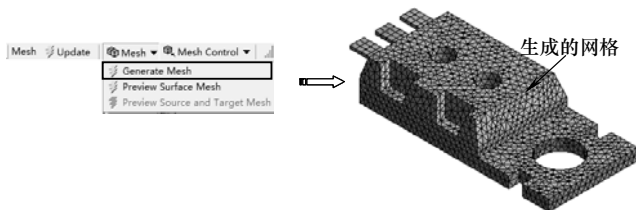

图 11-37 生成网格
3) 在【Outline (分析树)】中选择【Mesh】节点，单击【Mesh】工具栏上的【Mesh (网格)】|【Generate Mesh (生成网格)】命令，将弹出网格生成进度条，表明正在划分网格。当网格划分完成后，进度条自动消失，最终生成效果如图 11-37 所示。